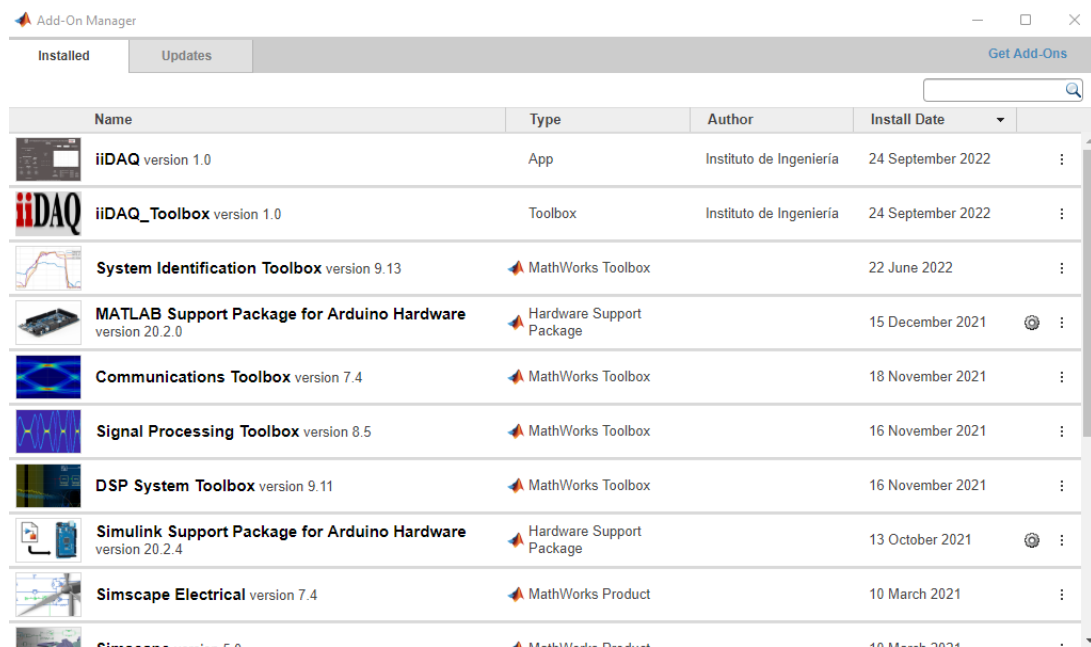

Figura 3.11: Ventana Add-On Manager. Si las aplicaciones se encuentran al inicio de la lista, estas se instalaron correctamente.
4. Para verificar que se encuentre dentro de los archivos de MATLAB™, aparecerá la ventana de *Add On Manager* (figura 3.11). Si al principio de la lista aparecen las aplicaciones de iiDAQ, todo está correcto.